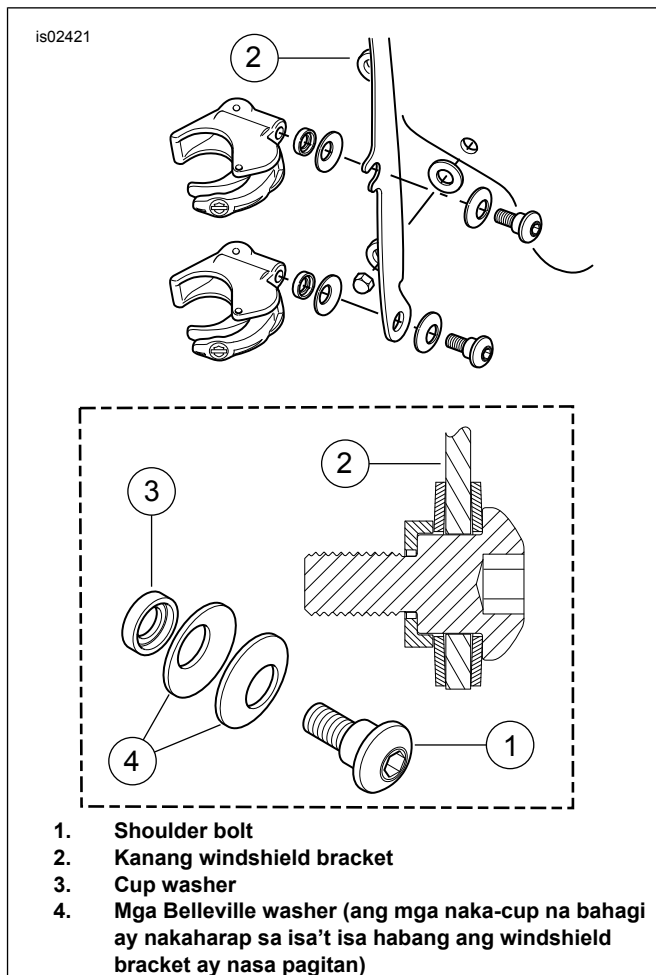

Figure 3. Mounting Clamp ng Windshield
3. Tingnan ang Figure 3 . Buuin ang mga clamp assembly at mga hardware stack.
4. Tingnan ang Figure 3 . Isa-isang clamp muna, nang nakatihaya pataas ang clamp at nasa loob ng windshield bracket (2), higpitan nang sapat ang mga shoulder bolt (1) upang mahawakan ang oryentasyon ng clamp sa windshield habang ikinakabit ang windshield sa motorsiklo. Ang mga turnilyo ay hihigpitan nang husto sa ibang pagkakataon.